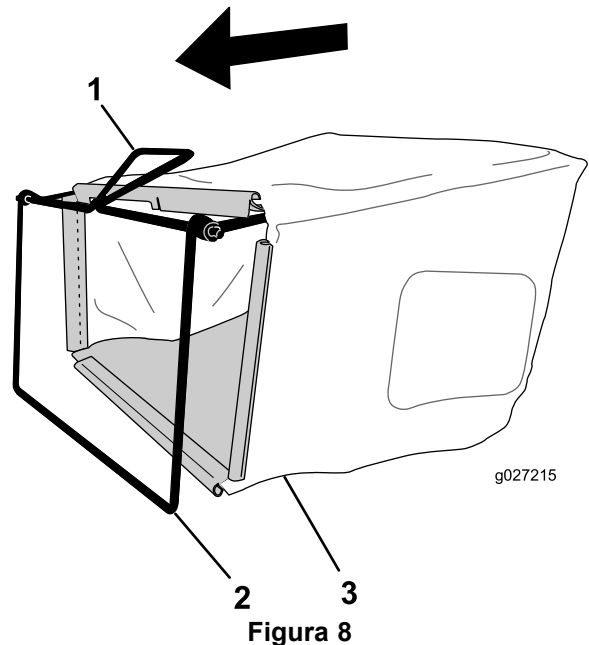

Figura 8
1. Coloque la bolsa de recogida sobre el bastidor, según se muestra en la Figura 8.
**Nota:** No coloque la bolsa sobre el manillar (Figura 8).